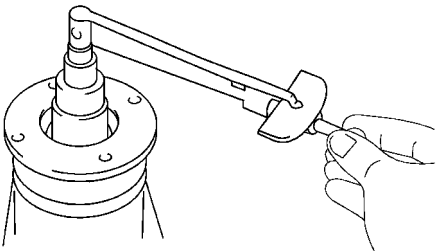

图 14-136 测量驱动小齿轮的预紧力矩
(5) 测量驱动小齿轮的预紧力矩。以驱动小齿轮和齿圈的齿隙测量驱动小齿轮的预紧力矩，如图 14-136 所示。其预紧力矩见表 14-2。